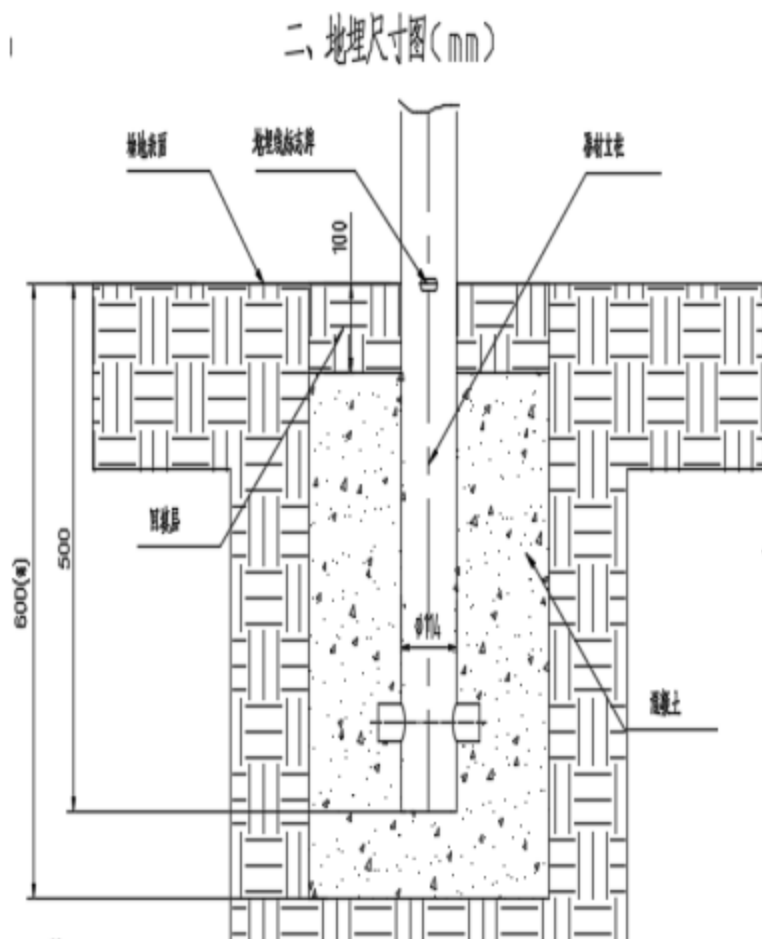

图5
6) 养护7天以后，将器材按下图进行安装（如图5）向混凝土基坑中回填场